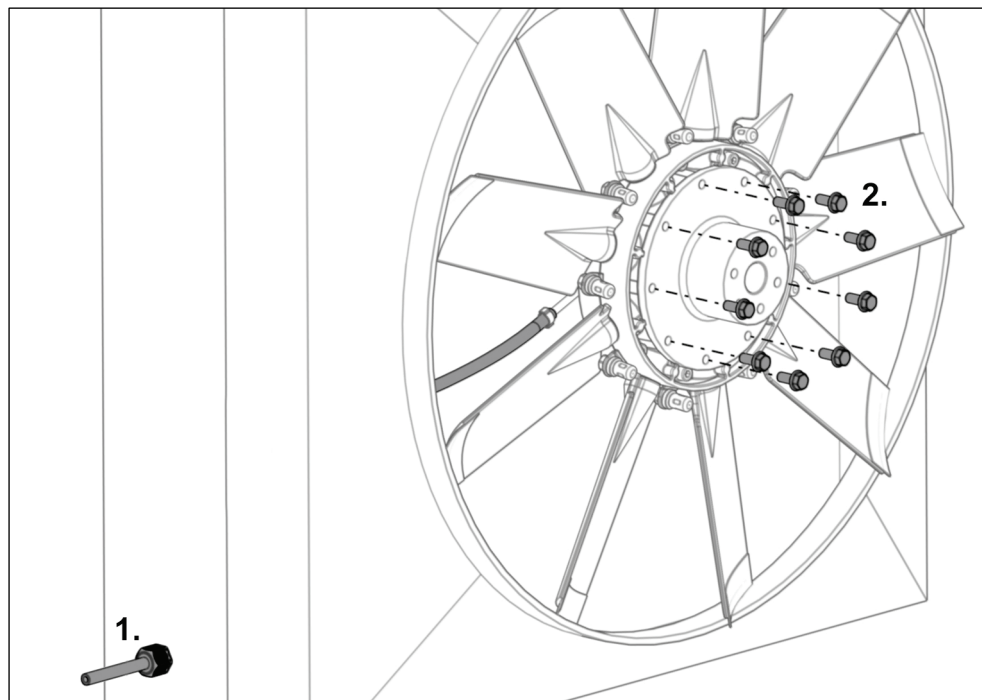

Fig. 30
- 20) Leid de drukslang door de trekontlasting (zie Fig. 30 stap 1).
- 22) Schroef de bijgeleverde montageschroeven handvast aan (zie Fig. 30 stap 2).